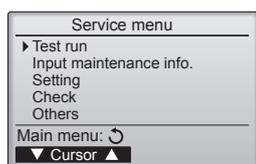

Fig. 7-4
- ③ Sélectionnez "Test run" (Test fonctions) à l'aide du bouton **F1** ou **F2**, puis appuyez sur le bouton . (Fig. 7-4)